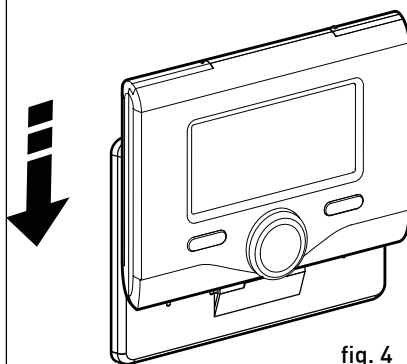

fig. 4
- posizionare l'interfaccia di sistema sulla base, spingendola delicatamente verso il basso (fig.4).